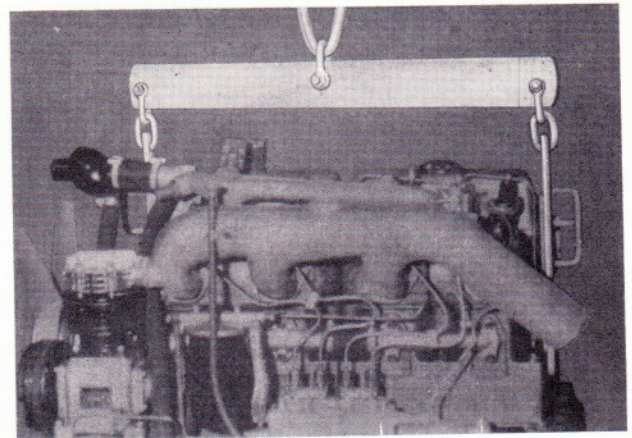

Bild 24
- Im Bedarfsfall kann der Motor mit Hilfe der Anhängervorrichtung 27 95583 003 angehoben werden (Bild 24).